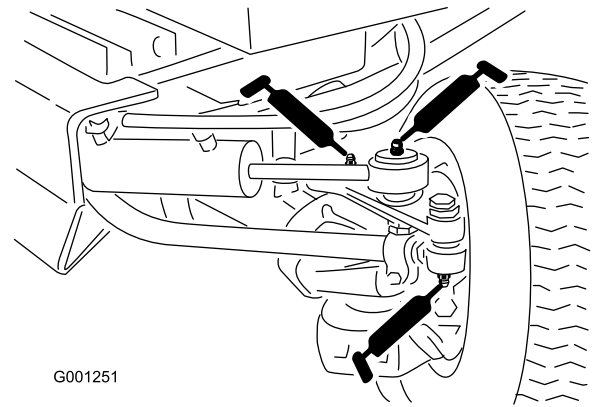

Figura 45
- Rótulas de direcção (2) (Figura 45)
- Extremidades da haste do cilindro (2) (Figura 45)
- Pino de articulação do eixo (Figura 45)